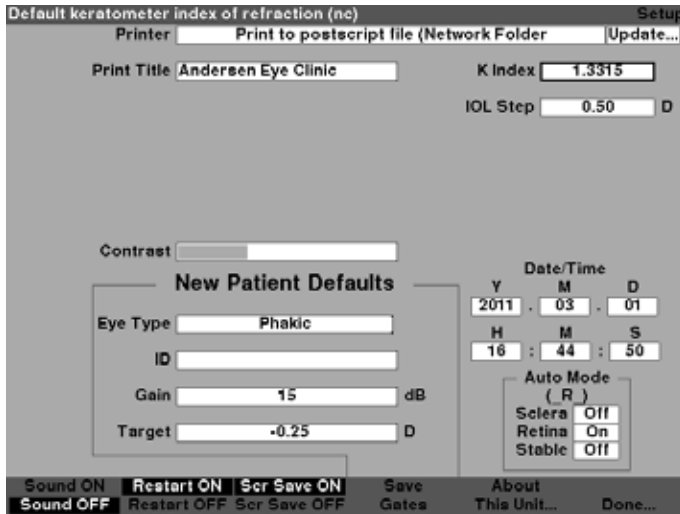

Figura 5-59 Campo K Index (índice K) regulado
- Presione el control giratorio o el botón $\sqrt{\quad}$ para guardar la identificación predeterminada que ingresó y desactivar el campo, como se muestra en la Figura 5-59.